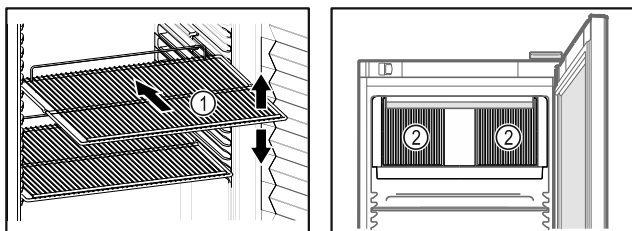

Fig. 30 Ilustratīvs attēlojums Fig. 31
□ Ja novietošanas režģi Fig. 30 (1) ir novirzāmi, pielāgojiet tos pēc augstuma.